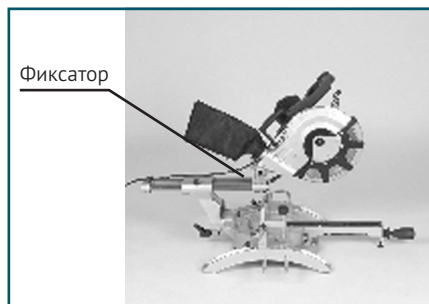

Рис.4
Регулировка угла резки на шпиндельной коробке (Рис.1.1-1.2, Рис. 4, Рис.5.1-5.2)
- После вытягивания фиксатора (Рис.4), корпус двигателя может быть наклонен на несколько фиксированных точек.